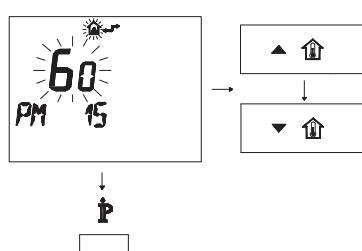

Рисунок 5.26
- Изменяйте заданное значение посредством кнопки **▲** или **▼** до появления заданного значения 60, подождите, пока заданная цифра не начнет мигать (Рисунок 5.26).